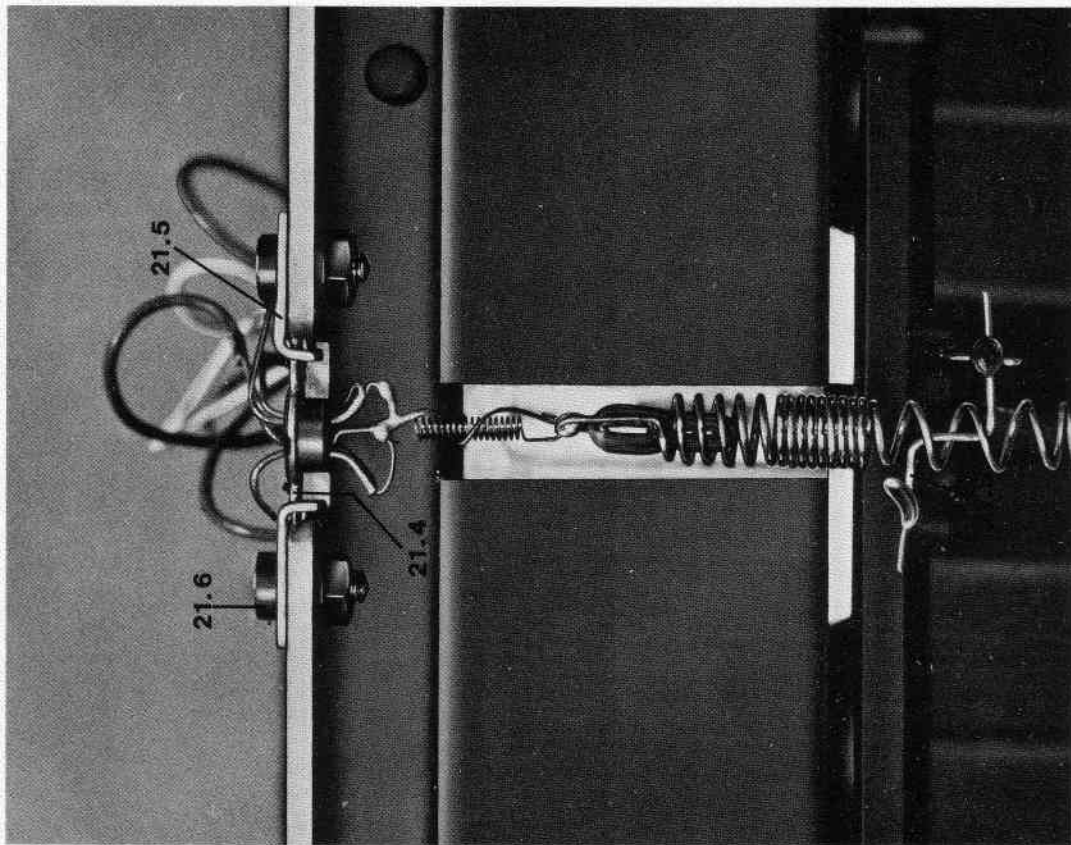

Abb. 7
- 8.1.4 daß die Federn bzw. die Rähmchen nicht an den Magneten im Luftspalt anliegen (siehe Abb. 7).
- 8.1.5 daß die Federn nicht an den Hubbegrenzungen (21.8) anliegt (siehe Abb. 7).
- 8.1.6 daß die Rähmchenanschlußdrähte nicht die Federn berühren (siehe Abb. 7).
- 8.1.7 Die Rähmchen sollen im Luftspalt unter einem Winkel von $45^\circ \pm 5^\circ$ stehen (siehe Abb. 7) und den erforderlichen Widerstand aufweisen. Der Widerstand wird zwischen den Steckerstiften an den Steckern der Halleinheit gemessen. Die Widerstände sollen zwischen den Steckerstiften
- 8.1.4 the springs or coils should not touch the magnet in the air gap (see fig. 7).
- 8.1.5 the springs should not touch the movement limiters (21.8, see fig. 7).
- 8.1.6 the thin wires from the coil connections should not touch the springs (see fig. 7).
- 8.1.7 the small coils should be positioned in the air gap of the magnet in an angle of $45^\circ \pm 5^\circ$ (see fig. 7) and should have the necessary resistance. The resistance is measured between the pins of the reverb unit connector and should have a value of: